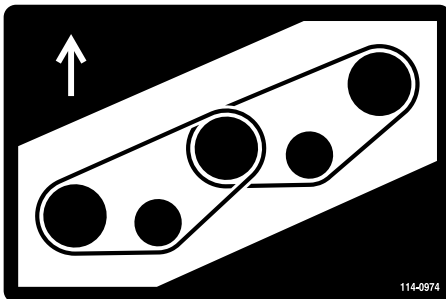
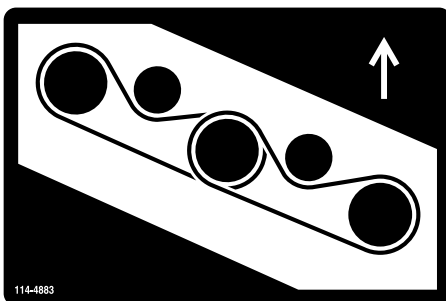

Figura 85
Figura 86
5. Pase la correa nueva alrededor de las poleas de los ejes y del conjunto de la polea tensora, según se muestra en Figura 85 y Figura 86.